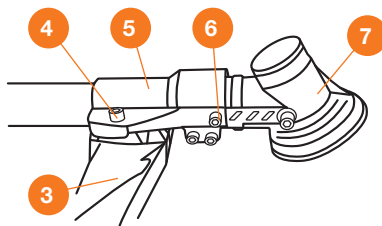

Рис. 7
- Открутите винт **6** на редукторе **7**, установите площадку **5** на редуктор и закрепите винтом **6**. Совместите крепежные пазы площадки **5** и кожуха **3** - зафиксируйте винтом **4** (Рис. 7).